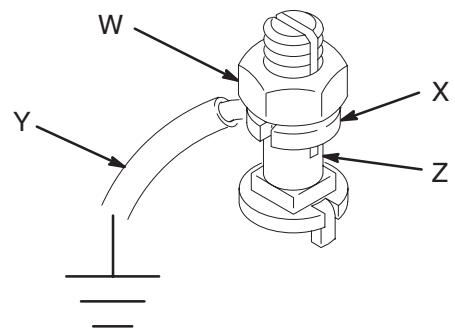

Fig. 2
Toutes les autres pompes: utiliser un fil et une pince de terre. Voir la Fig. 2. Desserrer l'écrou (W) de la borne de terre et la rondelle (X). Introduire l'extrémité d'un fil de terre (Y) de 1,5 mm² minimum dans la fente de la borne (Z), puis serrer solidement l'écrou.